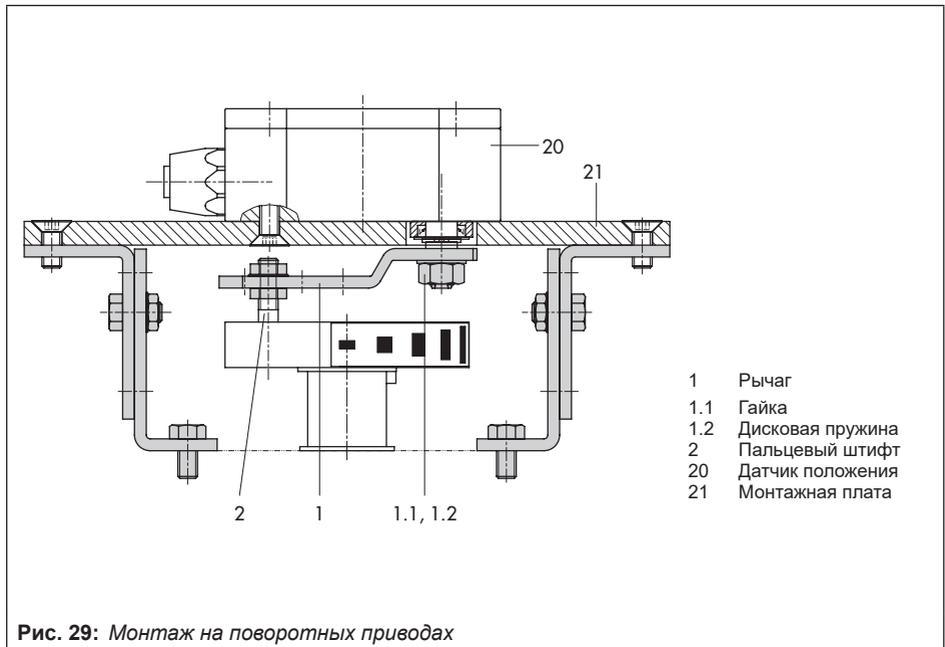

Рис. 29: Монтаж на поворотных приводах
- См. рис. 29
1. Установите рычаг (1) на датчике положения в центр и удерживайте. Ослабьте гайку (1.1) и снимите рычаг с дисковой пружиной (1.2) с вала датчика.
2. Прикрепите датчик положения (20) к монтажной плате (21).
3. Замените установленный на рычаге (1) пальцевый штифт (2) на металлический пальцевый штифт (Ø5 мм) из навесного
Установите датчик на имеющейся резьбе M8 на ребре NAMUR (рис. 29).